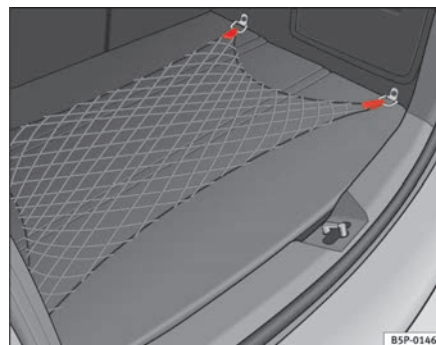

Fig. 107 Rede porta-objectos do porta-bagagens
- Utilize as anilhas de fixação existentes nas partes laterais do porta-bagagens para fixar o porta-objectos ⇒ página 140, fig. 107.